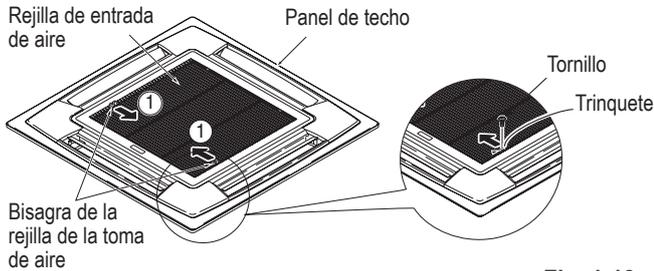

Fig. 1-13
- 1) Quitar los 2 tornillos en el trinquete de la rejilla de la entrada de aire. Fig. 1-13 (Colocar de nuevo la rejilla de la entrada de aire después de instalar el panel de techo).
- 2) Deslizar los fiadores de la rejilla en la dirección que muestran las flechas ① para abrirla. Fig. 1-13